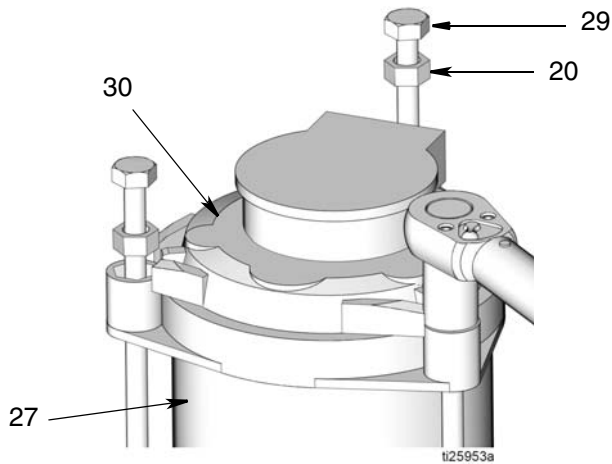

图 14
- 使用扳手拆下拉杆 (29)。松开对角线模式中的拉杆，渐渐小心松开每个拉杆，直至所有拉杆完全松开。拆下拉杆 (29) 和垫片 (20)。参见图 14。
- 从液箱 (27) 上拆下盖子 (30) (图 14)。